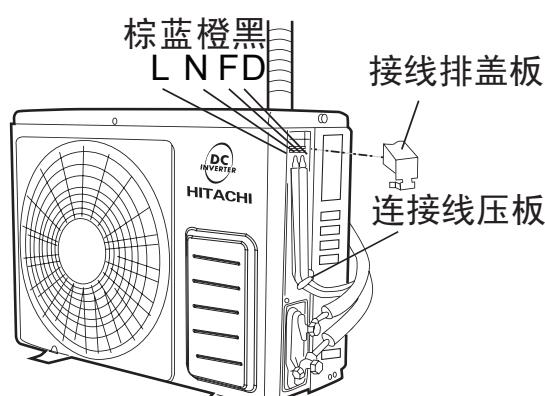

图22
- (1) 将接线排盖板取下。
- (2) 将连接电缆分别按图22正确的牢固连接。(紧固力矩为8~15kgf. cm)
- (3) 必须将黄/绿线接至带有“ \ominus ”标志处的接地螺钉上。
- (4) 用连接线压板将连接电缆用螺钉紧固。
- (5) 完成接线后将接线排盖板重新安装凸台卡扣位置。
- (6) 将边盖重新安装。